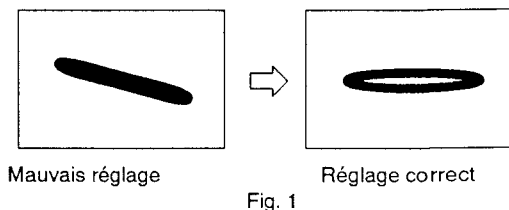

Fig. 1
3. Ajuster VR601 de manière que l'amplitude du signal RF soit $300\text{mV} \pm 50\text{mV}$. (Fig. 1)
Fig. 1 signal RF
5. Ajuster VR604 de manière que la courbe de Lissajous soit symétrique sur l'axe X et l'axe Y de l'oscilloscope. (Fig. 1)